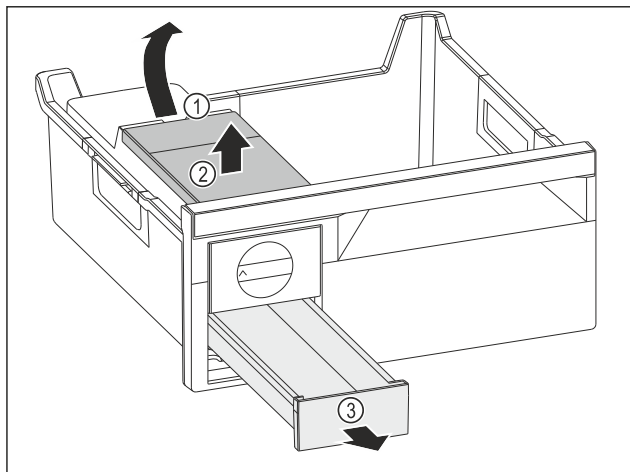

Fig. 130
- ▶ Изваждане на резервоара за вода: Повдигнете резервоара за вода при прорежа Fig. 130 (1).
- ▶ Извадете резервоара за вода Fig. 130 (2) нагоре.
- ▶ Извадете чекмеджето за ледени кубчета Fig. 130 (3) напред.